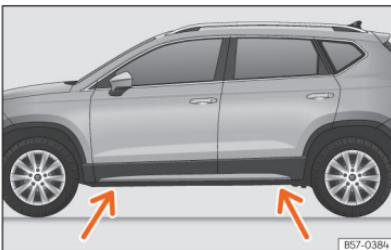

Fig. 224 Pontos de apoio do macaco.
- Procure na longarina a marca do ponto de apoio do macaco (zona afundada) mais próximo da roda a substituir »» Fig. 224.